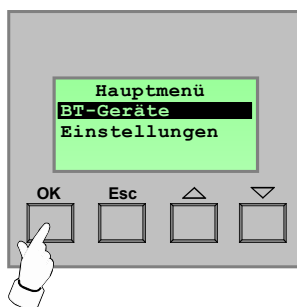

Bild 4: Hauptmenü
3. Das Hauptmenü öffnet sich. Durch Anwählen (Tasten Δ/∇) des Menüeintrags "BT-Geräte" und Betätigung der Taste "OK" wird der Einlernvorgang weiter fortgesetzt (vgl. Bild 4).